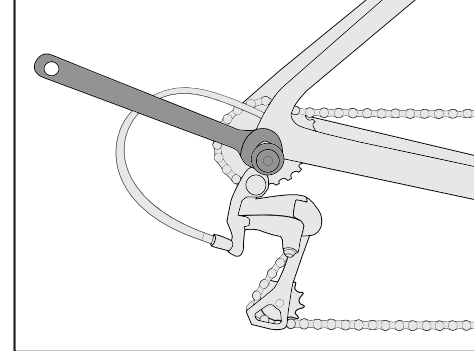

Figure 8
7. Tighten to 6 Nm (Figure 8).
7. Ziehen Sie auf 6 Nm an. (Abbildung 8)
7. Serrez au couple de 6 Nm. (Figure 8)